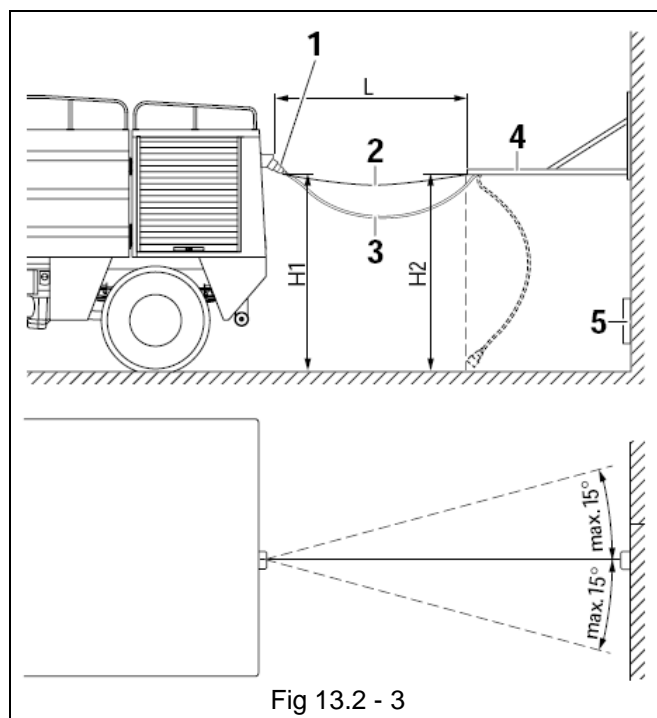

Fig 13.2 - 3
- Puxe o cordão de desconexão (Fig. 13.2 - 2, Pos. 1) verticalmente em relação à parede traseira do veículo, desligando deste modo a linha de alimentação pneumática.
O veículo está equipado com 2 baterias, cada uma com uma capacidade de 220 Ah. Elas estão montadas no chassi, do lado do motorista, antes do eixo traseiro (Fig 13.2 - 5, Pos. 1).
– As luzes tipo flash na parte frontal (Fig. 13.3 - 10, Pos. 2) e na parte traseira (Fig. 13.2 - 11, Pos. 2) do veículo serão ligadas.